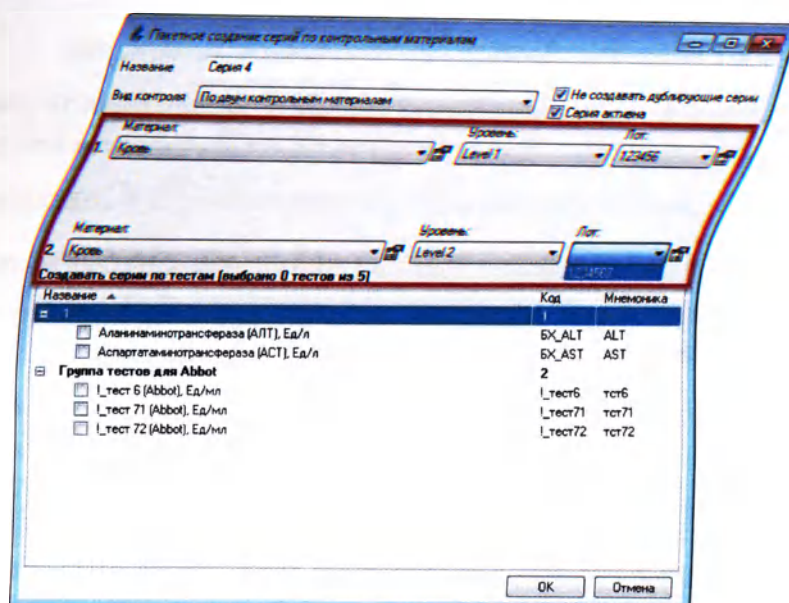

Рисунок 12.31
4. В появившихся полях для ввода данных о контрольном материале заполните значение поля «Материал», «Уровень» и «Лот» (Рисунок 12.31).